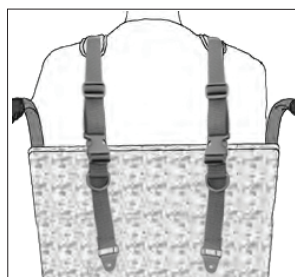

Figure 3
3. Attachez les sangles supérieures au dossier au moyen de vis ou boulons appropriés (non inclus). Fig.3.